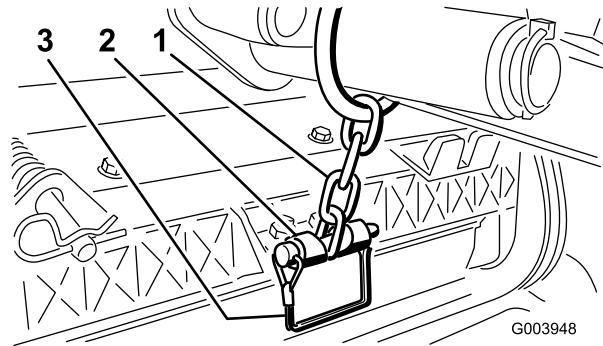

Bild 13
12. Befestigen Sie die Hubarmkette mit dem Einraststift an der Kettenhalterung (Bild 13). Verwenden Sie die Anzahl der Kettenglieder, die in der *Bedienungsanleitung* des Mähwerks beschrieben ist.